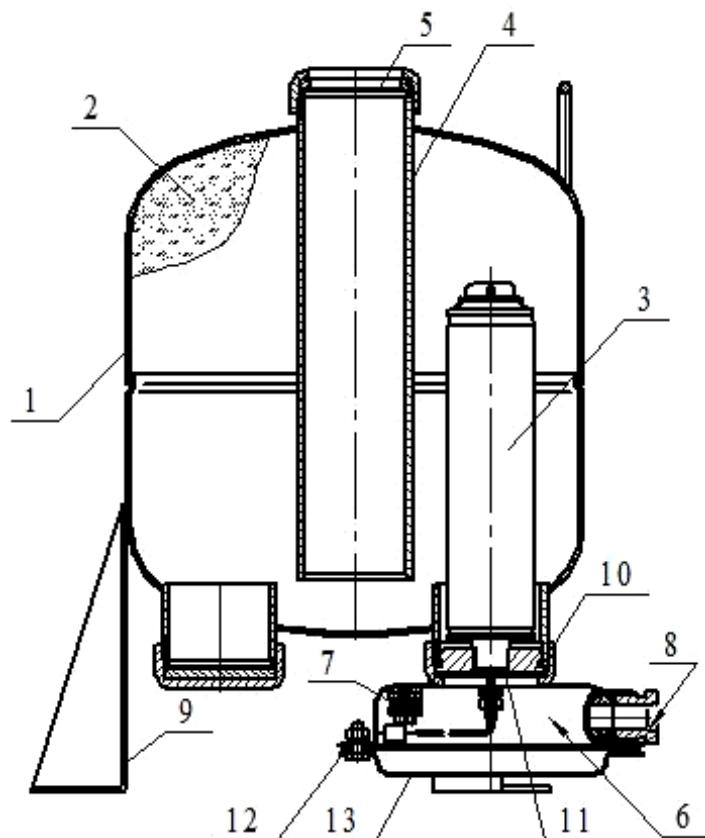

Рисунок 1
МПП (см. рисунок 1) состоит из корпуса **1**, в котором размещаются огнетушащий порошок (ОП) **2** и источник холодного газа (ИХГ) **3**. В верхней части корпуса находится насадок-распылитель **4**, который также выполняет функцию сифонной трубы при выпуске ОП из корпуса. Выходное отверстие насадка-распылителя перекрыто мембраной **5**.
2.1.3 Через резиновую прокладку 12 (см. рисунок 1) на корпус МПП установить крышку 13 и закрепить соединение гайками.